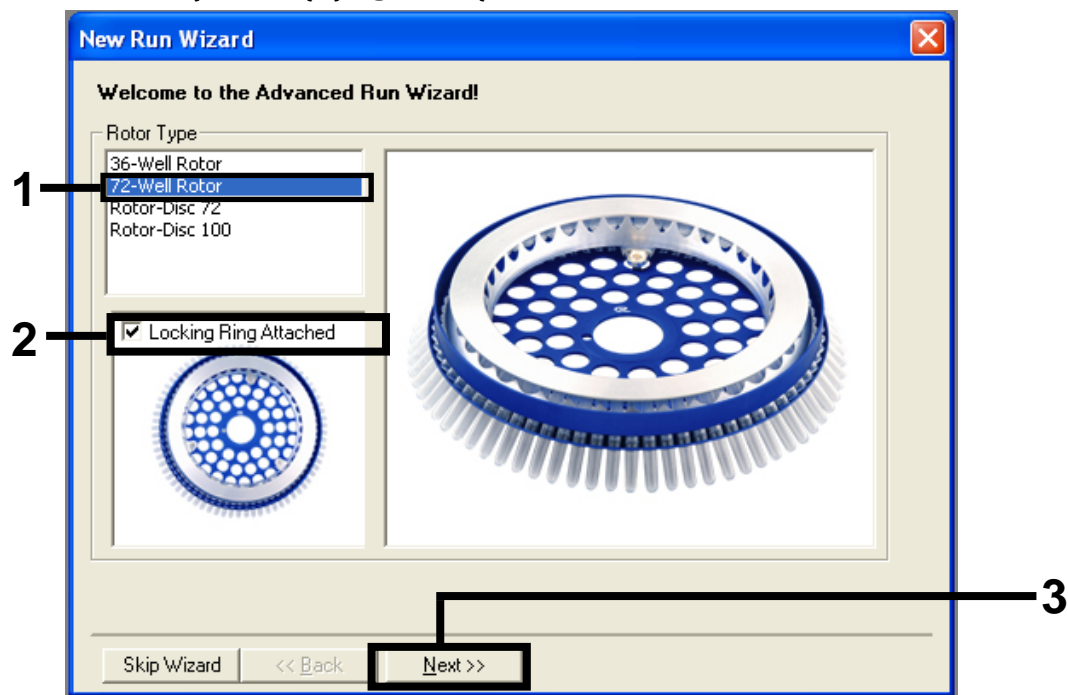

Figura 1. Finestra di dialogo “New Run Wizard” (Creazione guidata nuova seduta).
4. Selezionare *72-Well Rotor* (Rotore a 72 pozzetti) come tipo di rotore. Confermare che l’anello bloccante è montato e selezionare la casella “Locking Ring Attached” (Anello bloccante collegato). Fare clic su “Next” (Avanti) (Figura 1).